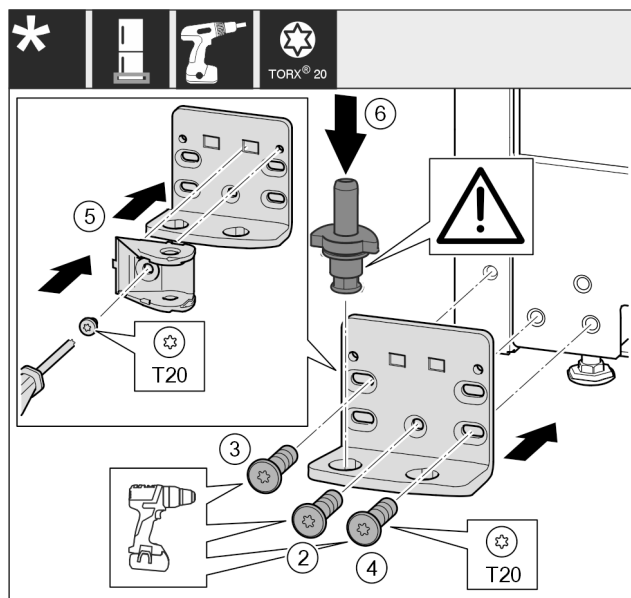

Fig. 47 *
- Nasadte stojan ložiska na druhé straně a přišroubujte pomocí šroubováku. Začněte šroubem Fig. 47 (2) dole uprostřed.*
- Utáhněte šroub Fig. 47 (3) a šroub Fig. 47 (4).*
- Spojení tlumiče zavírání Fig. 47 (5) otočte o 180°. Šroubovákem přišroubujte na druhé straně stojanu ložiska.*
- Zcela vložte ložiskový čep Fig. 47 (6). Přitom dávejte pozor, aby zajišťovací vačka směřovala dozadu.*